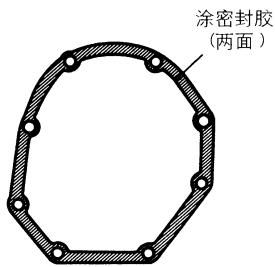

图 3-83 垫片的两面涂密封胶
(30) 安装加长壳体垫片时,如图3-83所示,对垫片的两面涂敷所规定的密封胶并安装。所规定的密封胶为三菱纯牌密封胶产品号MD997740或相当的品种。